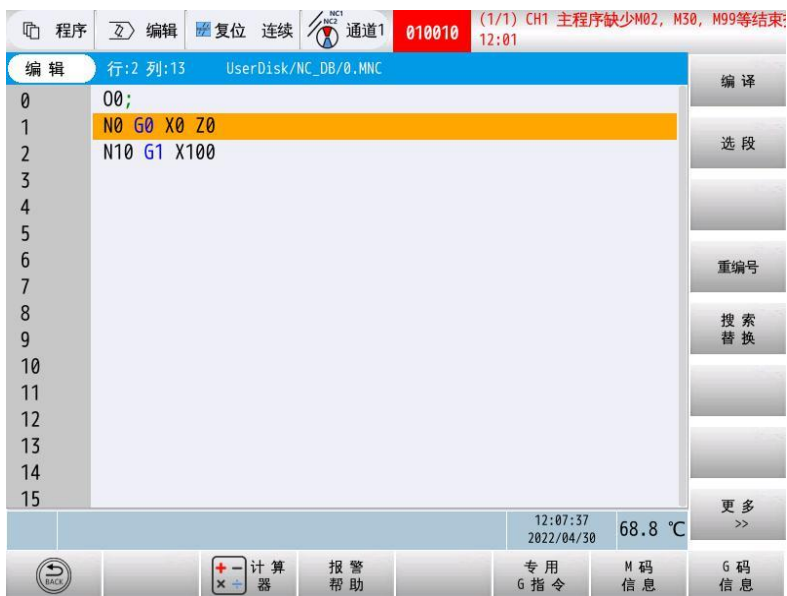

图 4-7 程序编辑界面
- 2) 按 **更多** 软键进入段操作，显示如图4-7所示。